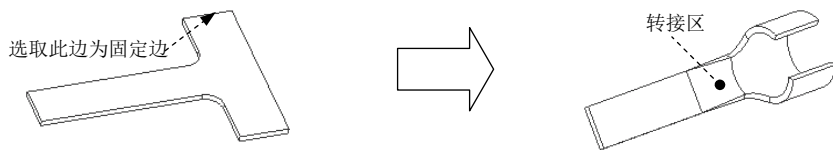

图 11.7.4 含转接区的钣金折弯回去
本范例将介绍图 11.7.4 所示的钣金折弯回去，这是一个含转接区的折弯回去，其操作步骤说明如下：
Step3. 在系统  的提示下，选取图 11.7.4 所示的边为固定边。